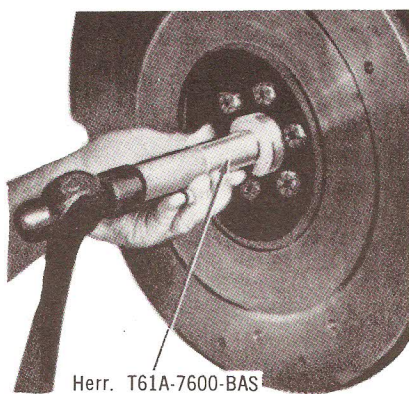

Fig. 36 — Instalación de Cojinete de Repuesto para Guía de Embrague. Típico.
4. Utilizando la herramienta número T61A-7600-BAS, instale el cojinete para repuesto (Fig. 36).